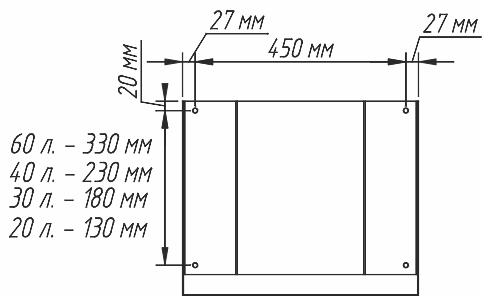
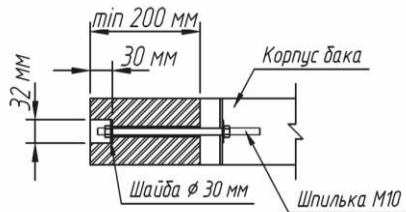

Рис. 2
Рис. 3
- 2 Определите место установки обливного устройства с учетом его веса, габаритов и несущей способности стены, на которую оно будет установлено, разметьте места установки анкеров для подвеса обливного устройства (см. рис. 2, рис. 3). (Анкера в комплект поставки не входят, и подбираются потребителем самостоятельно в зависимости от толщины стены на которую будет смонтировано обливное устройство)
- 5 Надежно закрепите обливное устройство на стене при помощи 4 анкеров из шпильки M10 с гайками (см. рис. 3)